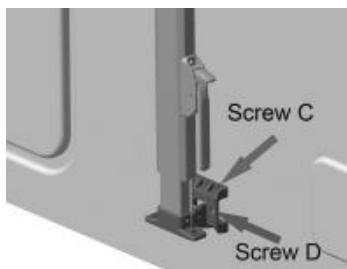

Figura C8 Figura C9
3.3 Retire los soportes inferiores de los brazos, colóquelos en la posición de instalación inferior con placas de aluminio y fíjelos con los tornillos C y D (Figura C8). A continuación, ensamble el brazo al soporte y fije también los soportes superiores con los tornillos C y D. Asegúrese de que ambos brazos estén a la